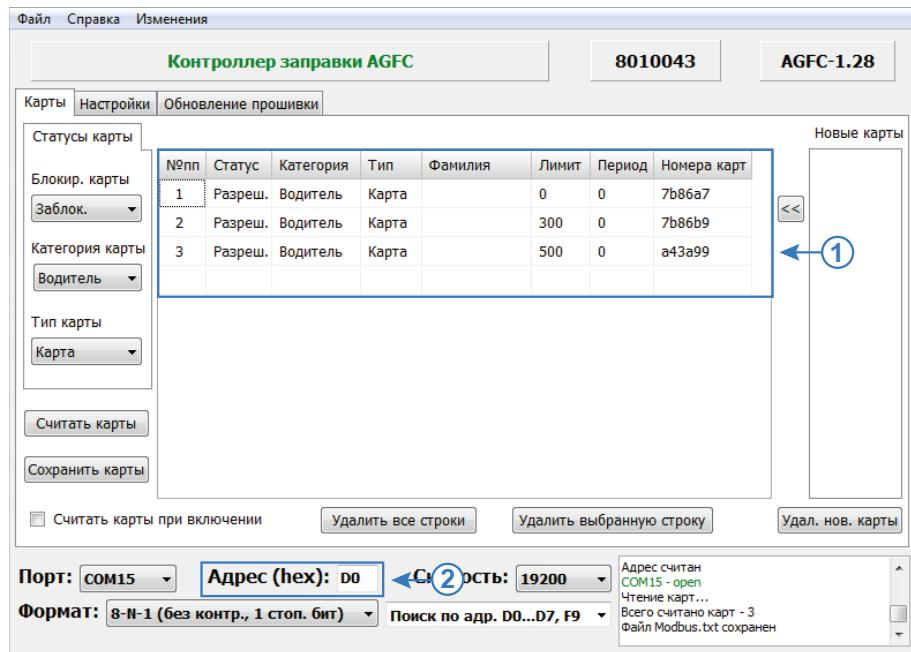

Рис.27. Формирование списка карт для передачи через сервер.
- в программе «AGFCCConf» сформировать нужный список карт (Рис.27, п.1);
- в поле «Адрес (hex)» в нижней части окна программы ввести сетевой адрес ТРК «AGFC», которому нужно передать файл (Рис.27, п.2). Стандартные адреса ТРК – D0-D7, адрес ТРК, работающего в режиме устройства ПОРТ-3 – F9;
- в поле «Адрес (hex)» в нижней части окна программы ввести сетевой адрес ТРК «AGFC», которому нужно передать настройки (Рис.27, п.2). Стандартные адреса ТРК – D0-D7, адрес ТРК, работающего в режиме устройства ПОРТ-3 – F9;